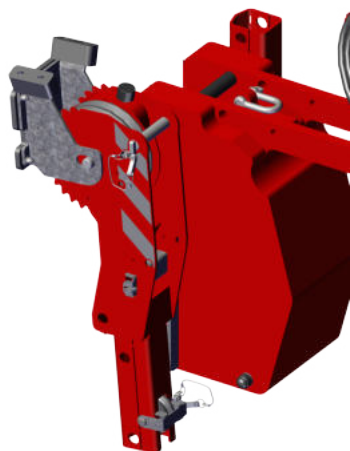

Figure 4.9 Tête du treuil sur ballast
1. Retirez la tête du treuil du support du ballast (voir *Figure 4.9*).
2. Fixez la tête du treuil dans la flèche à l'aide de la goupille d'arrêt (1) et verrouillez la goupille.